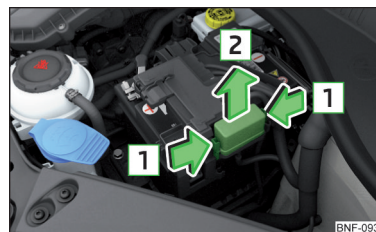

Fig. 169
» fig. 169.
- » Presione al mismo tiempo las teclas de enclavamiento de la tapa **1** » fig. 169.